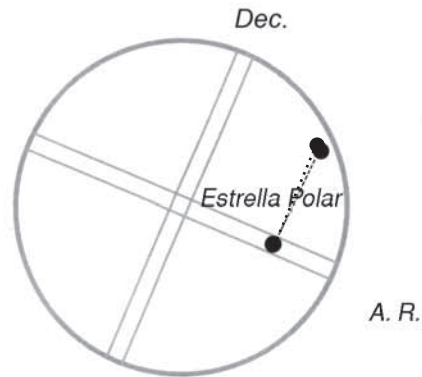

Figura 11. Ajuste el telescopio en Dec. (con el controlador de mano) para colocar la estrella en las líneas de A. R.
7. Utilice el botón de dirección de declinación del controlador de mano para ajustar la declinación del telescopio de manera que la Estrella Polar se encuentre en las líneas de A. R. del ocular con retícula iluminada (**figura 11**).